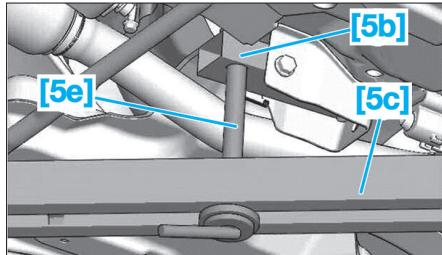

Fig. 8
*Enduire de graisse (G10) ou équivalent le fillet de la vis [5e] (Fig.8).*
- Le support [5b] de l'outil [5] en lieu et place de la biellette anticouple (Fig.8).